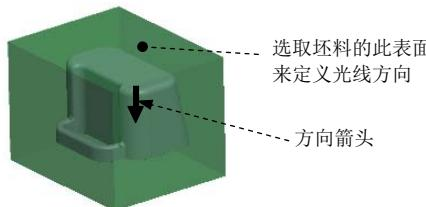

图 4.5 选取平面
Step2. 选取图 4.5 所示的坯料表面；选择 **Okay (确定)** 命令，接受图 4.5 中的箭头方向为投影方向。